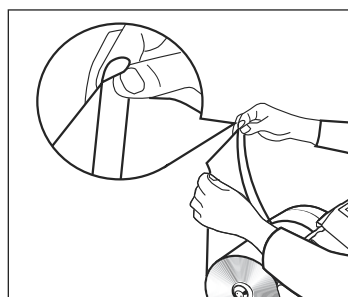

Figure 3
2. Ouvrez le canal d'aération du côté droit du rouleau de film. (Voir Figure 3)